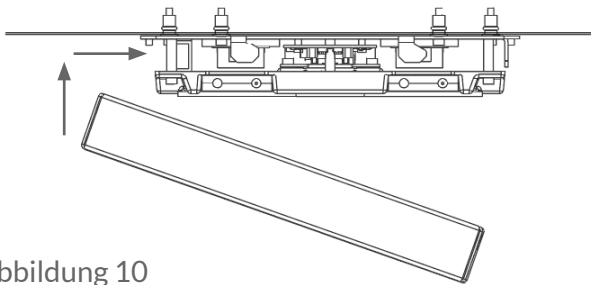

Abbildung 10
5. Haube schließen (siehe Abbildung. 10 bis 13).
6. Beim Fixieren der Haube darauf achten, dass die verliersicheren Schrauben (16) bis zum Anschlag angezogen sind.
6. Achten Sie beim Fixieren der Haube darauf dass die verliersicheren Schrauben (16) bis zum Anschlag angezogen sind.